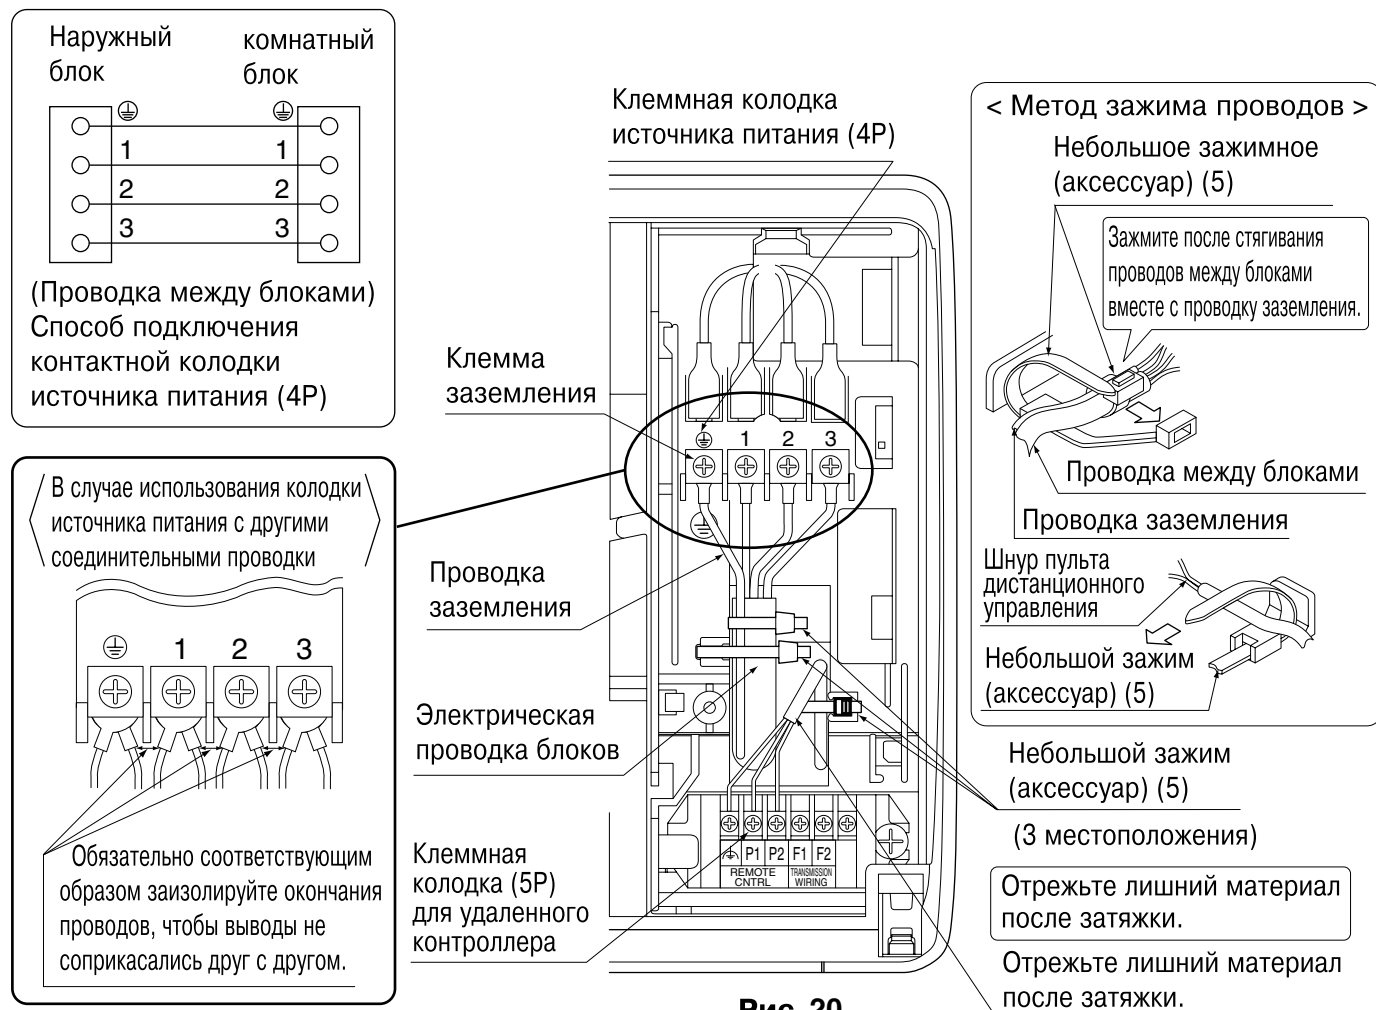

Рис. 20
(См. рис. 20)
При данном подключении, стяните проводку удаленного контроллера входящим в комплект поставки зажимным приспособлением (небольшим) (5), а затем плотно сожмите входящее в комплект поставки зажимное приспособление (небольшое) (5) согласно рисунку. **(См. рис. 20)**